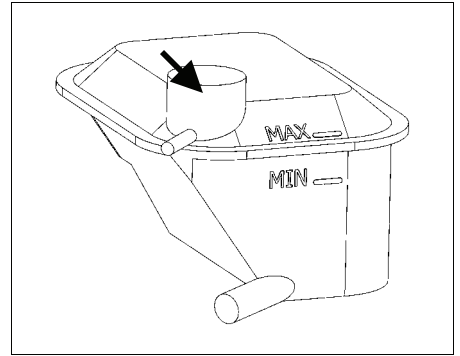

Bild 19
- \* den Kühlmittelstand durch den transparenten Behälter prüfen. Er muss zwischen den beiden Markierungen (MIN) und (MAX) liegen (siehe Bild 19)